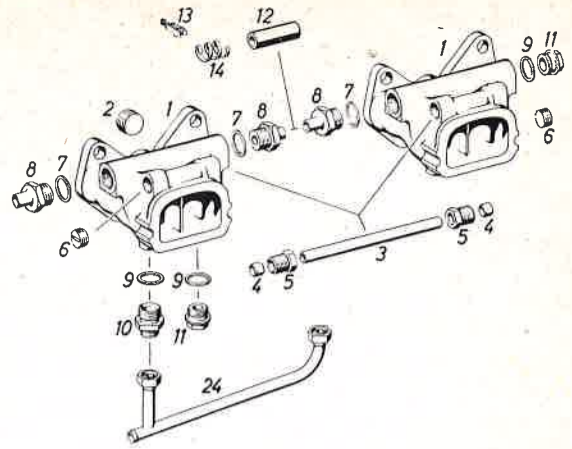

Fig. M 32/18
18. Al sujetar los tubos de admisión a los carburadores, debe observarse que todas las uniones sean estancas. Los tubos de admisión, para que se precaliente la mezcla están conectados al circuito de refrigeración y, entre sí, por una tubería de compensación (Fig. M 32/18).